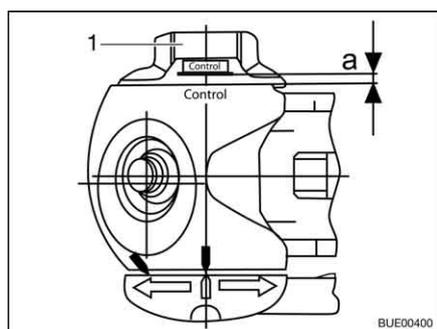

Fig. 189 Control de desgaste
- Girar la ruedecilla (Fig. 189,1) hasta comprobar que la limitación de par emita un sonido audible. Dirección de giro: En sentido de las agujas del reloj.
- Distancia $a > 0$ (Fig. 189): Desgaste dentro del margen permitido.